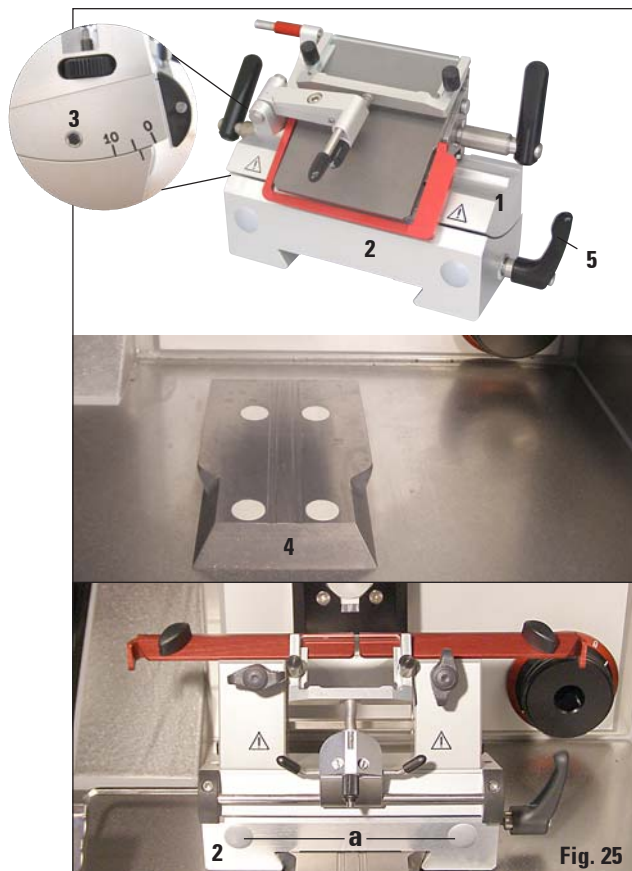

Fig. 25
- Collocare il porta-lama (1, fig. 25) sulla base (2), regolare l'angolo di spoglia (a sinistra del porta-lama) a circa 2°-5° e fissarlo nel foro (3) sulla base (2) mediante la chiave a brugola n° 4.
- Premere la base porta-lama (2) sulla guida a coda di rondine (4) dalla parte anteriore e bloccarla mediante la leva di bloccaggio (5). Per spostare la base, aprire solo leggermente la leva di bloccaggio per evitare che scivoli accidentalmente nella direzione della testa del preparato.
- Se la distanza di bloccaggio non è sufficiente, è possibile spostare la leva di bloccaggio (3). Per effettuare questa operazione, tirare la leva verso l'esterno e spostarla nella posizione successiva.